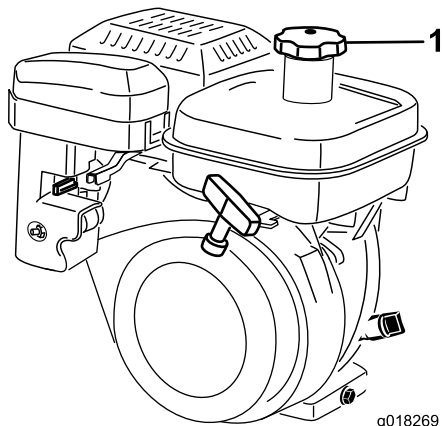

图22
1. 清理燃油箱盖附近的区域，从油箱上取下盖子（图 22）。请使用无铅汽油，加油时，油位不得超过滤网的底部。切勿过量添加。